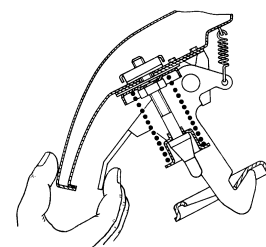

Рис. 5.10. Выведение из зацепления предохранителя капота
**33 – ручка замка капота.** Для открывания капота нужно потянуть ручку на себя, пока защелка не откроет замок и капот немного приоткроется. Для полного открывания капота необходимо отвести рукой предохранитель, установленный на нижней передней кромке капота (рис. 5.10).